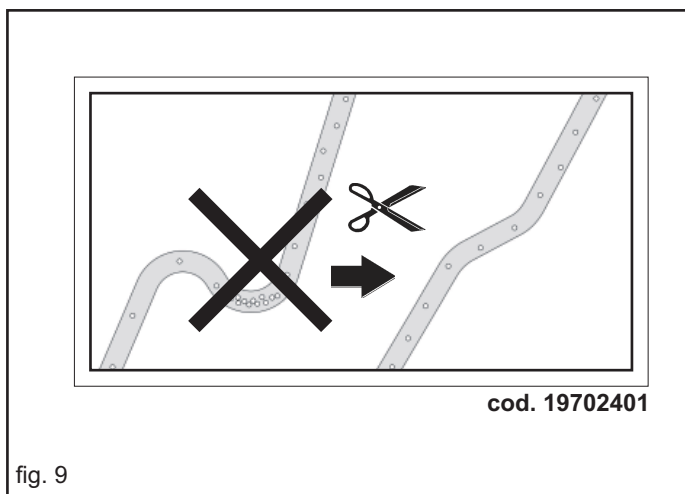

fig. 9
- 5) Verificați lungimea tuburilor de coborâre a îngrășământului pentru a evita formarea îndoiturilor, și a rupturilor (Fig. 9).